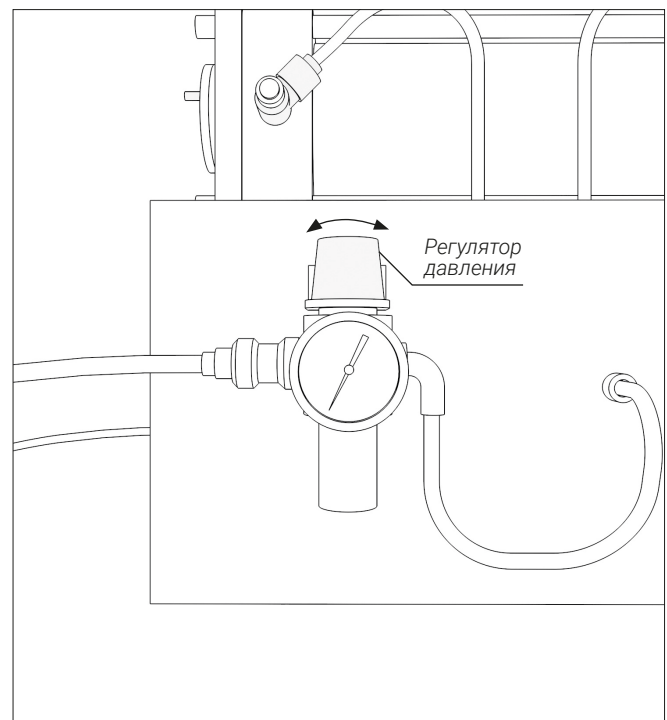

Рис. 21
12.7. Выставить давление воздуха на регуляторе давления шприца-дозатора 0,5–0,7 МПа (рис. 21). Чем более густа шприцуемая масса, тем большее входное давление в пределах указанного диапазона следует установить.